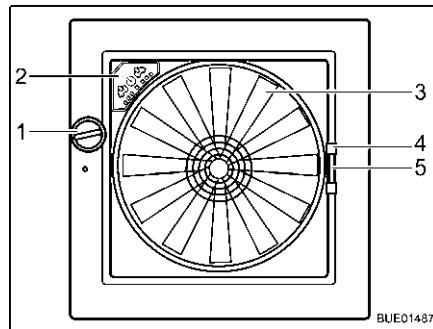

Fig. 71 Claraboya Omni-Vent
- Girar el botón giratorio (Fig. 71,1) hasta alcanzar el ángulo de apertura deseado.
- Girar el botón giratorio (Fig. 71,1) hasta que la claraboya esté completamente cerrada.
- Tirar del tirador (Fig. 71,4) de la protección contra insectos hacia el lado opuesto del marco.
- Comprimir el tirador (Fig. 71,5) del oscurecedor.
Cuando la claraboya está abierta, el interior del vehículo se puede ventilar con el ventilador de 6 niveles (Fig. 71,3). El ventilador se maneja a través del cuadro de mando (Fig. 71,2).